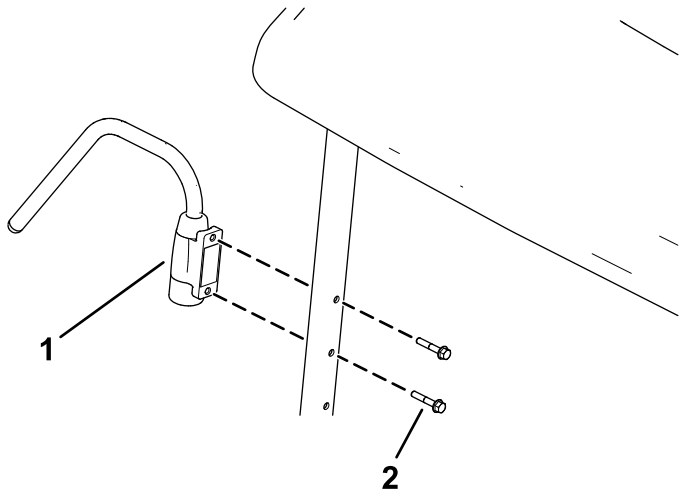

Figura 2
2. Fissate il braccio di supporto sul tubo di montaggio anteriore con 2 bulloni a testa flangiata (M6 x 35 mm), come illustrato nella Figura 2.